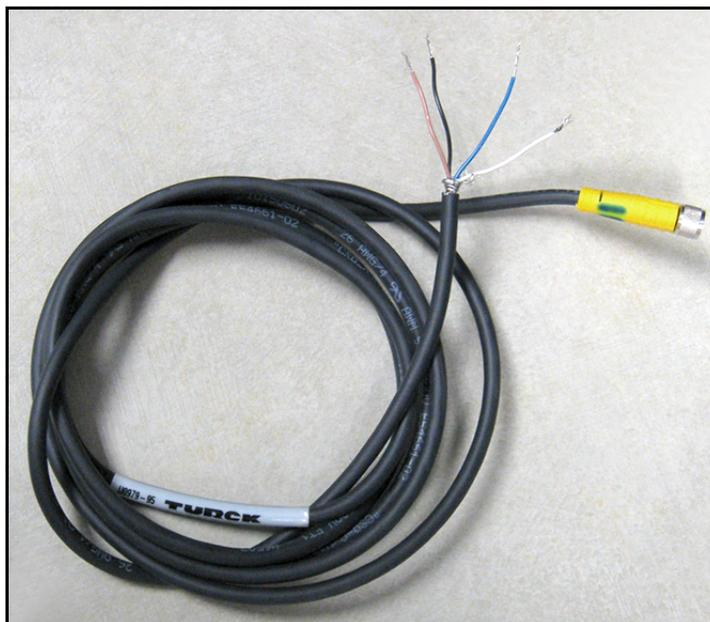

Рисунок 26: Четырехжильный кабель IQ.-зонда
1. Вставьте конец кабеля зонда (см. *Рисунок 26* ниже) с соединителем в зонд и поворачивайте головку соединителя по часовой стрелке до надежного крепления.